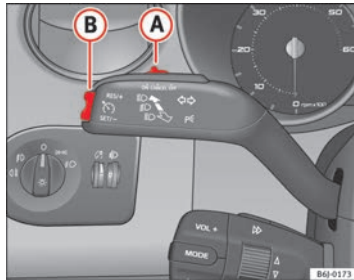

Abb. 113 Blinker- und Fernlichthebel: Schalter und Wippe für die Geschwindigkeitsregelanlage
- Drücken Sie den unteren Teil der Wippe **SET** ⇒ Abb. 113 **(B)** einmal kurz, wenn die zu speichernde Geschwindigkeit erreicht worden ist.